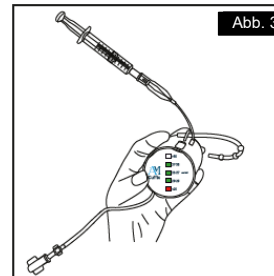

Abb. 3
4. Schließen Sie eine Manschettenaufpumpsspritze an und injizieren Sie 10 cm³ Luft in den Dilatationsport [Abbildung 3]. Ziehen Sie die Spritze ab.